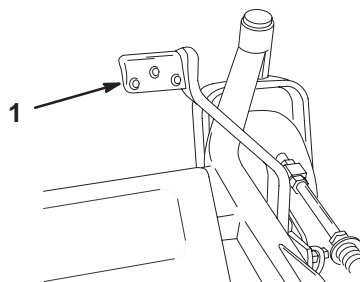

Figure 11
2. Appuyez sur la commande d'accessoire tout en tirant sur le levier de sélection de hauteur de coupe (Fig. 11).